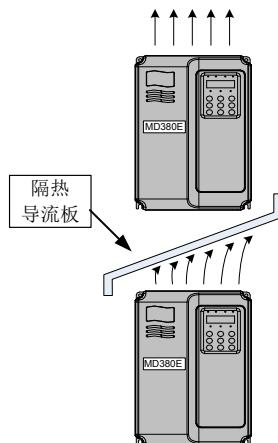

图 3-2 隔热带安装示意图上下安装图
- 2) 请向上垂直安装变频器，便于热量向上散发。若柜内有多台变频器时，请并排安装。在需上下安装的场合，请参考图 3-2，安装隔热导流板。